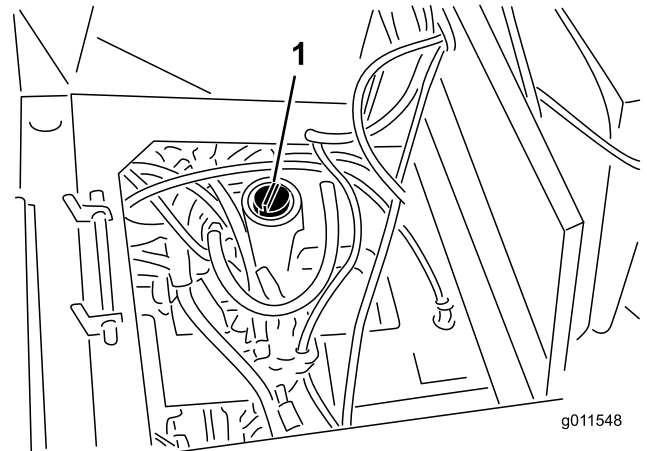

Bild 74
3. Füllen Sie den Behälter (Bild 74) mit ungefähr 30 l Hydrauliköl, siehe Prüfen der Hydraulikflüssigkeit“.